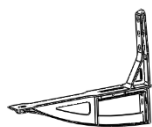

Fig. 01
5. Posicione um dos suportes (**Fig.01**) no local da instalação. Marque, com auxílio do lápis, os quatro furos onde serão fixados o suporte. Assegure-se da perfeita verticalidade do mesmo;